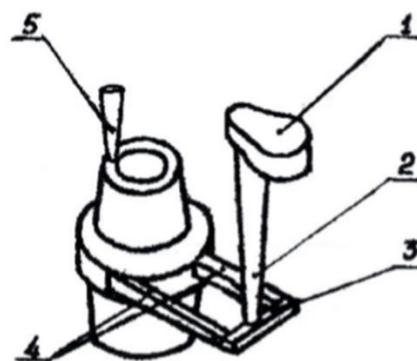

Рисунок 2. Элементы литниковой системы: 1 – литниковая чаша; 2 – стояк; 3 – шлакоуловитель; 4 – питатель; 5 – выпор
Модели элементов литниковой системы образуют в литейной форме каналы для подвода жидкого металла в рабочую полость и удаления из нее газов. Литниковая система (рис. 2) состоит из литниковой воронки (1), стояка (2), шлакоуловителя (3), питателя (4) и выпора (5).